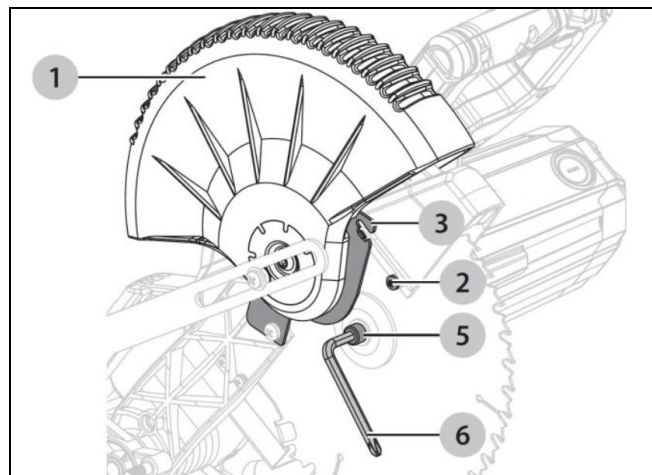

Рисунок 12a
Снятие и установка пильного диска (Рис. 12a-12c)
- Отведите защитную пластину (3) вверх и в сторону. (Рис. 12a)